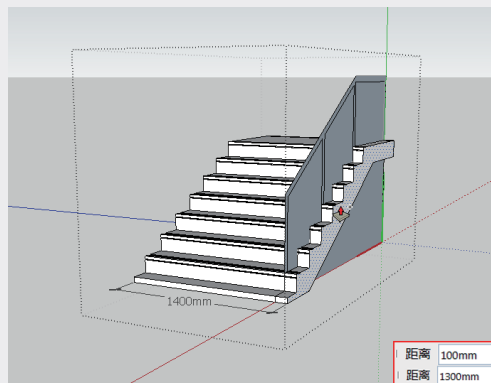

图3-218
- 07 选中“推/拉”工具, 将楼梯面向两侧推出一段距离，如图3-218所示。